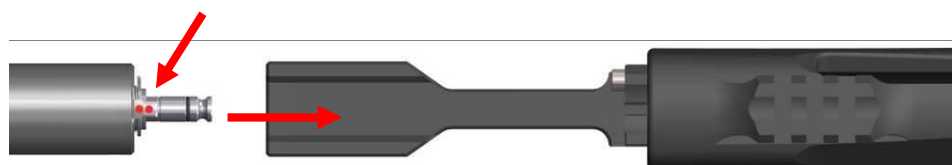

Bild 14
(7) Neuen Lauf mit Verschlusskopf in Hülse einsetzen. (Bild 14) Roter Punkt auf Arretiernase muss nach oben zeigen.